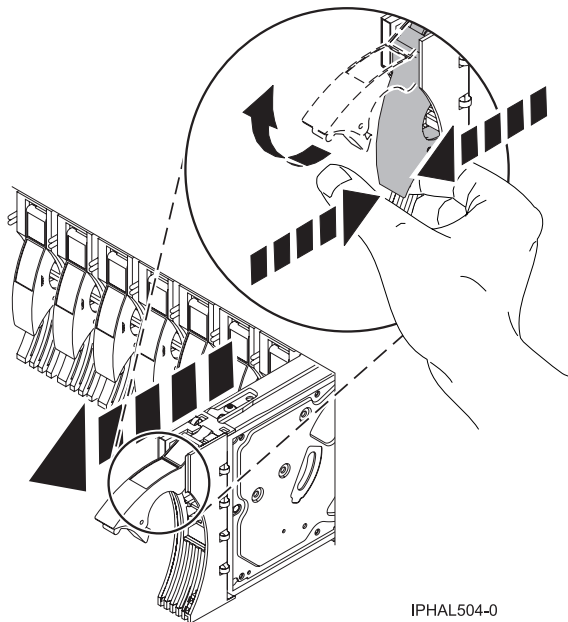

Figura 30. Extracció d'una unitat de disc d'un model or 7311-D20
8. Pressioneu i estireu cap a fora la nansa de la unitat de discs abans d'extreure la unitat de disc, com es mostra a la Figura 30 a la pàgina 43. Si la nansa no ha sortit del tot, la unitat de disc no podrà lliscar